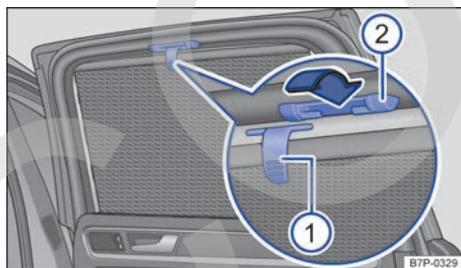

Fig. 107 En la ventanilla trasera derecha: cortinilla parasol.
- Suba la cortinilla del todo tirando hacia arriba de la lengüeta → fig. 107 ①.
- Enganche las dos argollas de la barra de sujeción en las fijaciones correspondientes ②. Asegúrese de que la cortinilla esté enganchada correctamente en ambas fijaciones ②.
- Para enrollar la cortinilla, desenganche la parte superior y acompañela hacia abajo con la mano hasta que se introduzca en su alojamiento → ①.